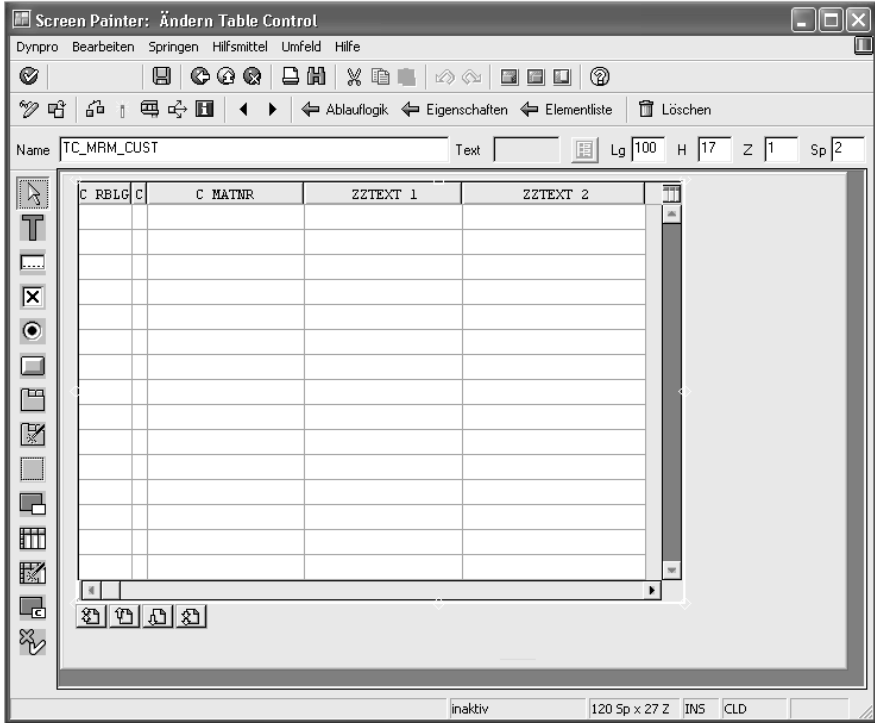

Abbildung 6.4 Fertiges Table Control im Screen Painter
5. Wechseln Sie dann über das Icon `LAYOUT` in den Screen Painter. Hier erzeugen Sie als Erstes ein Table Control. Hierfür gibt es einen nützlichen Wizard, der Ihnen viel Arbeit abnimmt. Klicken Sie hierzu auf der linken Seite auf das Icon , `TABLE CONTROL (MITTELS WIZARD)`, und ziehen Sie anschließend einen Kasten. Beginnen Sie am besten ganz links oben, und zeichnen Sie Ihr Table Control ungefähr 100 Zeichen breit und 18 Zeilen hoch. Sie sehen rechts oben während der Erstellung einen Zähler mit Breite und Höhe des Table Controls (siehe Abbildung 6.4).